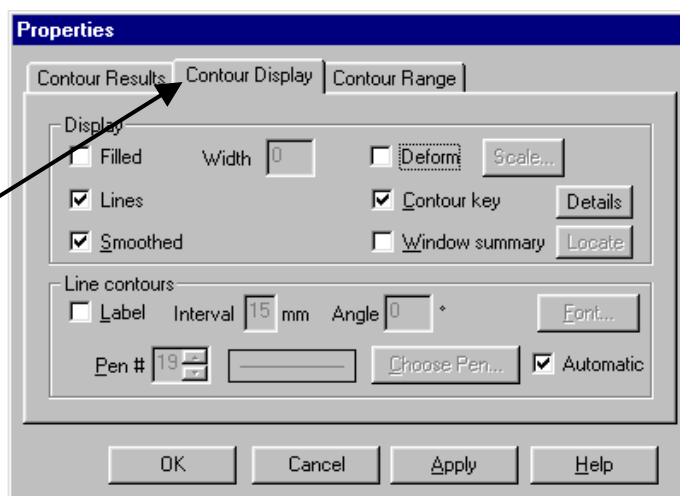
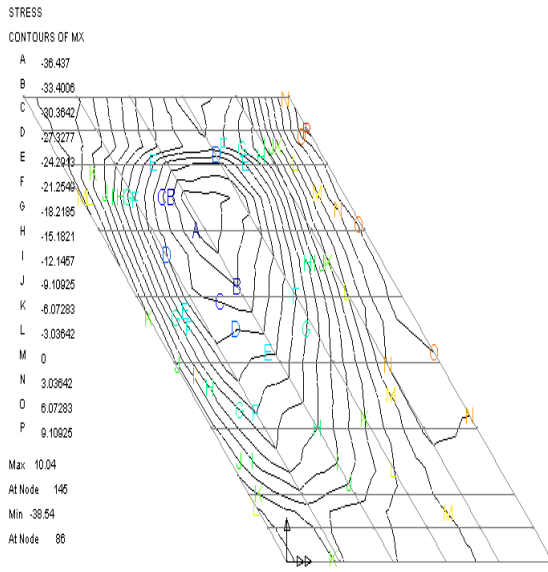
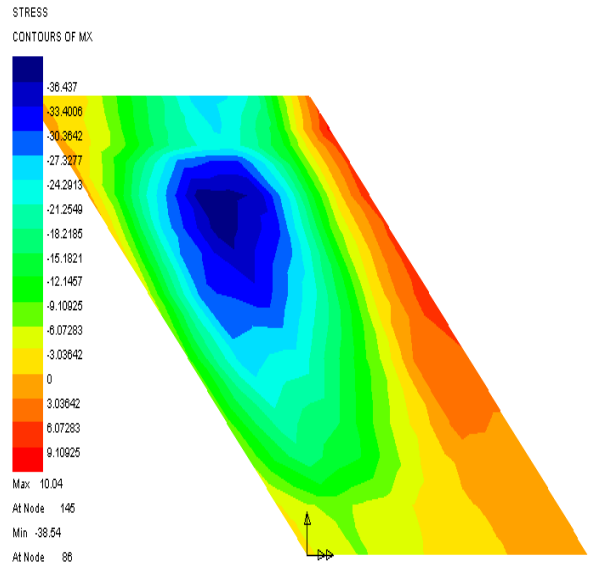

Fig. 53
Fig. 54
Fig. 55
- în aceeași casetă de dialog se selectează modul de afișare al rezultatelor (**Contour Display**) (fig. 53): izocurve (**Lines**) cu legendă (**Label**) (fig. 54) sau izosuprafețe (**Filled**) (fig. 55)